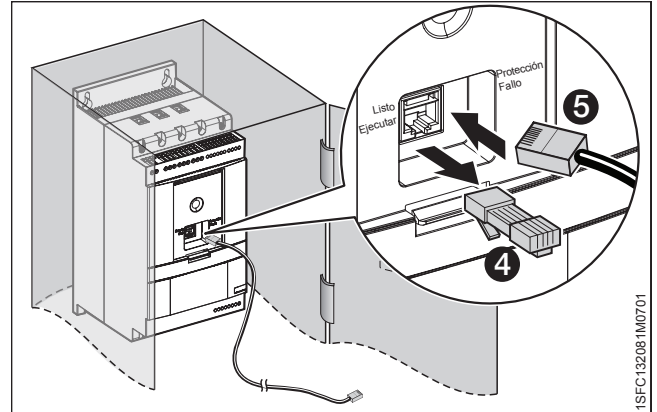

Figura 4.10
3. Retire el conector RJ45. Consulte **4**. Conecte un extremo del cable de red al puerto de red de la parte frontal del arrancador suave **5** en la **Figura 4.10**.